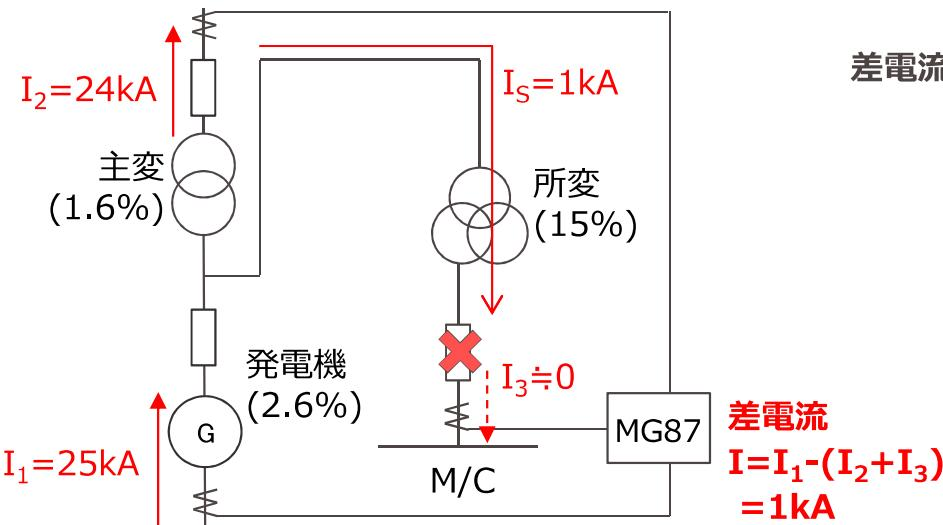

図3 MG87保護回路イメージ
- ✓ 一方で、HEAF事故として想定している所変2次側事故では、所変のインピーダンス(抵抗)が発電機や主変と比べ大きいため、図3の通り系統(主変)側からの電流供給がほとんどなく、MG87が検出する差電流Iは非常に小さいものとなる。